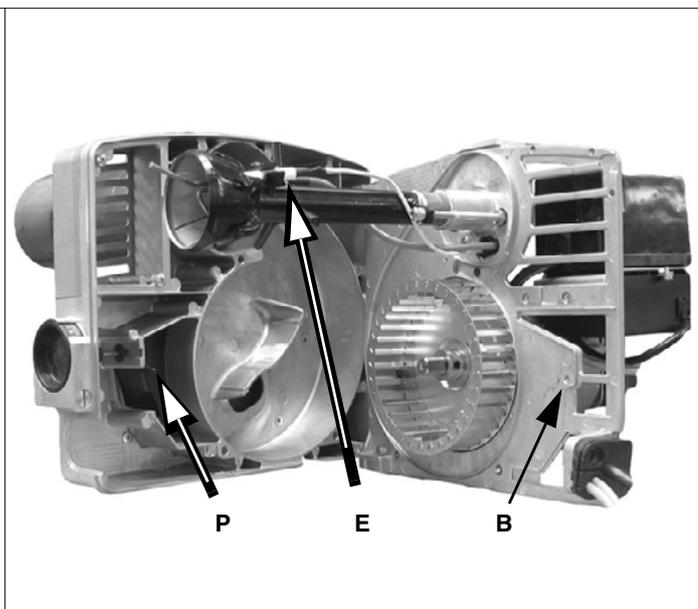
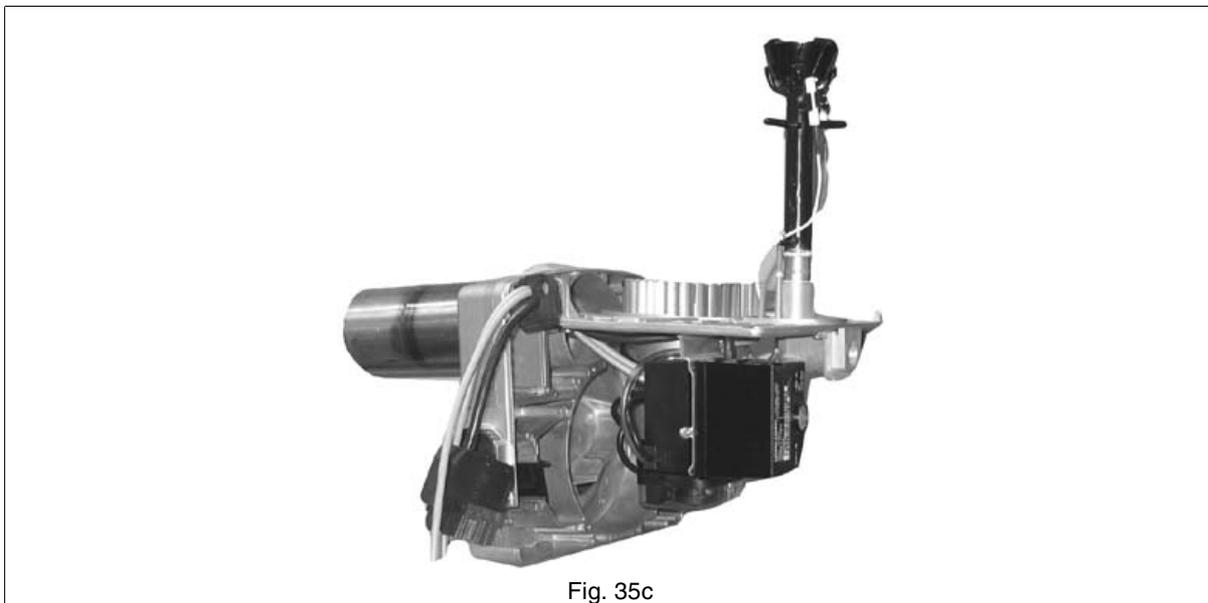
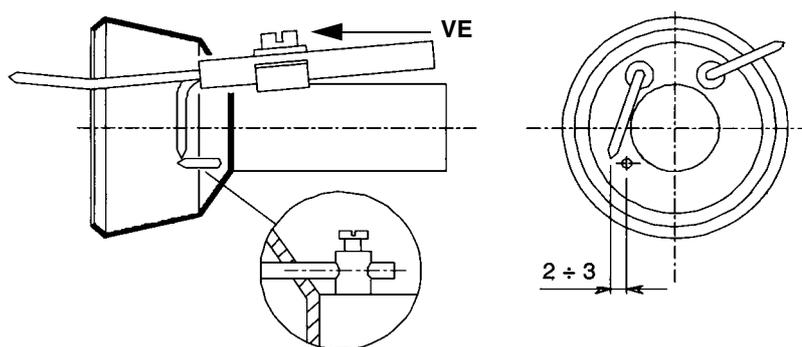

Fig. 35b
Fig. 35c
Fig. 36
- Control electrodos de detección y encendido (E en Fig. 35b); limpieza, eventual ajuste y, si fuese necesario, sustitución (véanse Fig. 36);
- Enganchar la placa en uno de los modos indicados en las Fig. 35b y Fig. 35c para facilitar las operaciones de mantenimiento.
NOTA: al volver a montar la placa componentes, prestar atención a que el perno de la compuerta P entre en el correcto compartimiento B (ver Fig. 35b).
A fin de garantizar un buen encendido es necesario respetar las medidas indicadas en la Fig. 36.